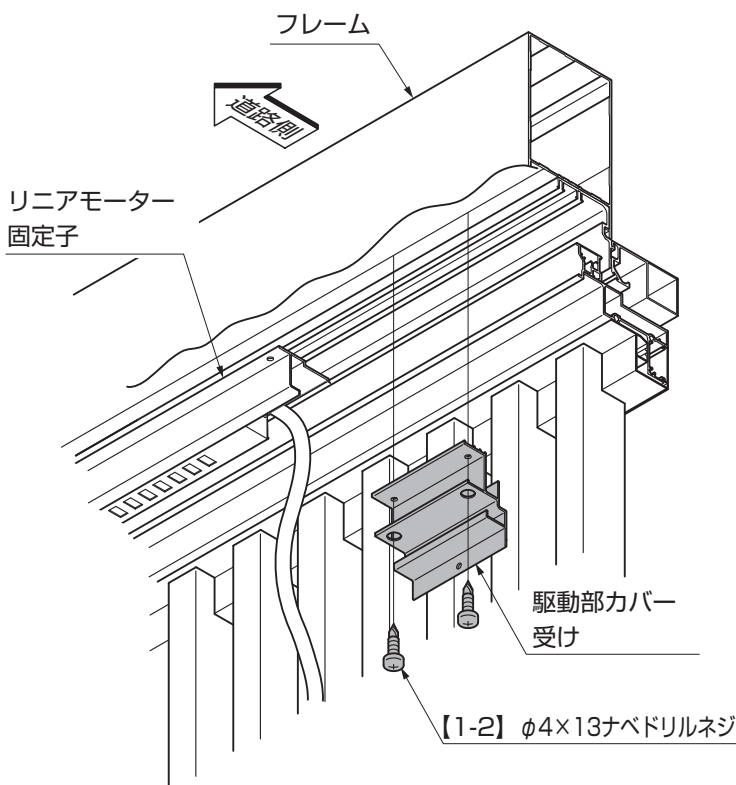

図1-7
① 駆動部カバー受けをフレームにあてがい【1-2】で取付けてください。(図1-7参照)